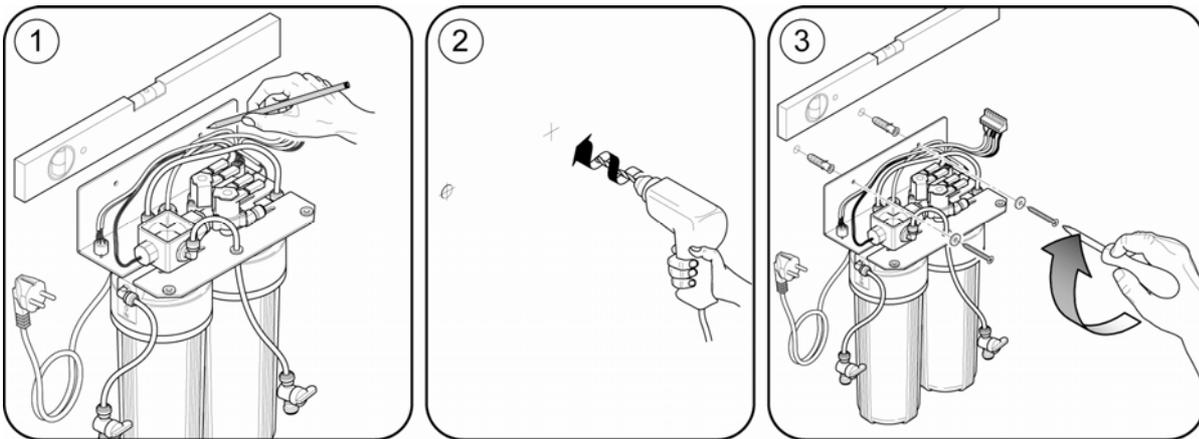

Abb. 3.1 Installation des Entionisierers
1. Den Entionisierer mittels der mitgelieferten Schrauben an der Wand befestigen (Abb. 3.1). Der Dübel ist für fast alle Arten von Mauerwerken geeignet: Massivmauerwerk, Bauplatten, Porenbeton, usw.